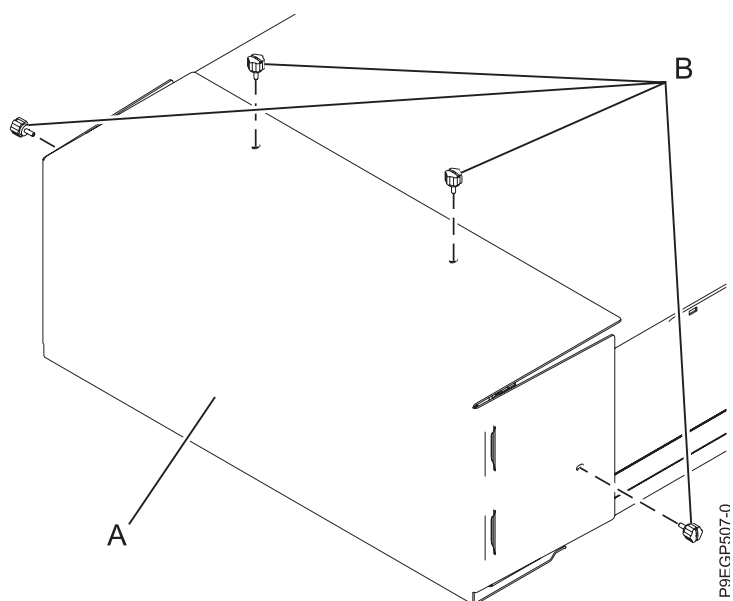

図 7. 配送カバーの取り外し
2. 図 7 に示すように、ドロワーの背面に配送カバー (A) を固定するのに使用されている 4 本のつまみねじ (B) を取り外します。配送カバーを取り外します。